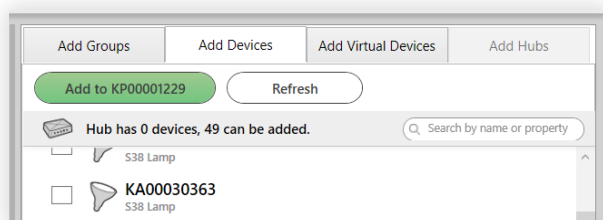

fig. 28
- 3 Click the green Add button. (See fig. 28)